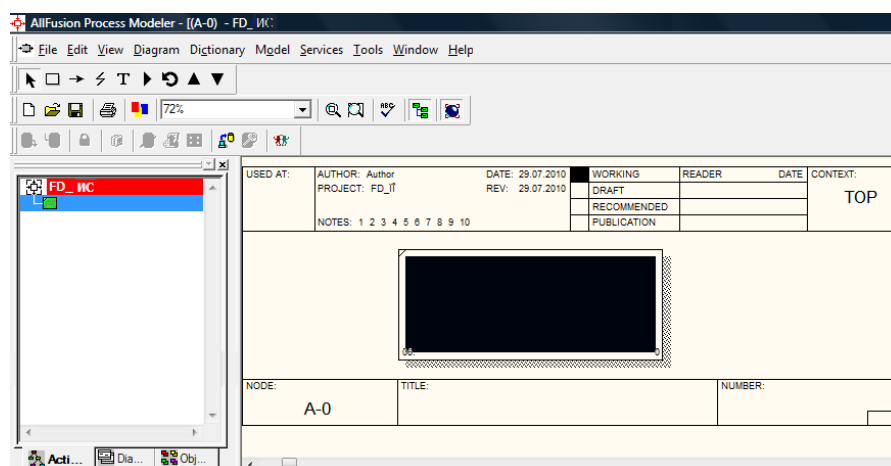

Рисунок 1.2 – Незаполненная контекстная диаграмма
5. Автоматически создается незаполненная контекстная диаграмма (рисунок 1.2).